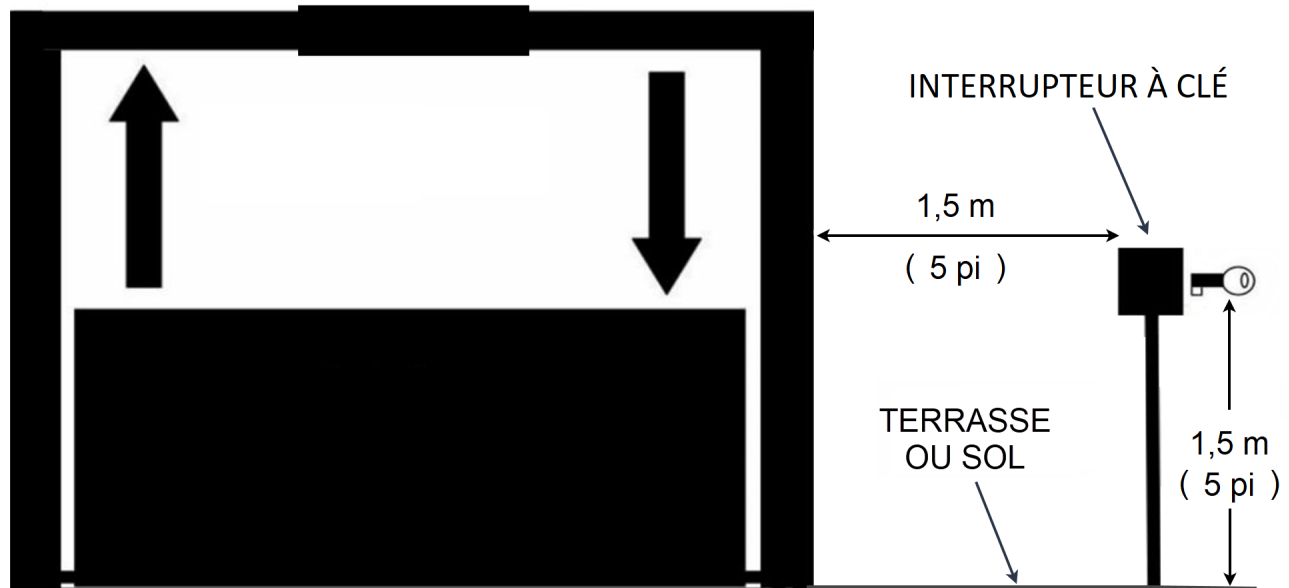

FIGURE 2: EMBLACEMENT DE L'INTERRUPTEUR À CLÉ
- L'interrupteur à clé doit être positionné de façon permanente à une distance de 1,5 m (5 pi) du spa et positionné à 1,5 m (5 pi) au-dessus du plancher de la terrasse ou du niveau du sol, voir Figure 2.